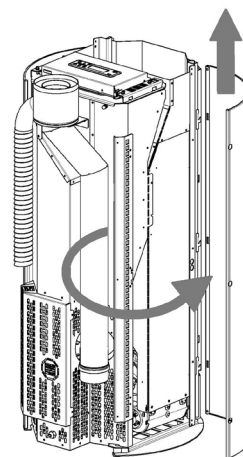

Fig. 74 - Remoção da parede lateral
- Abrir a parede lateral e desprendê-la dos dentes (ver **Fig. 74**).